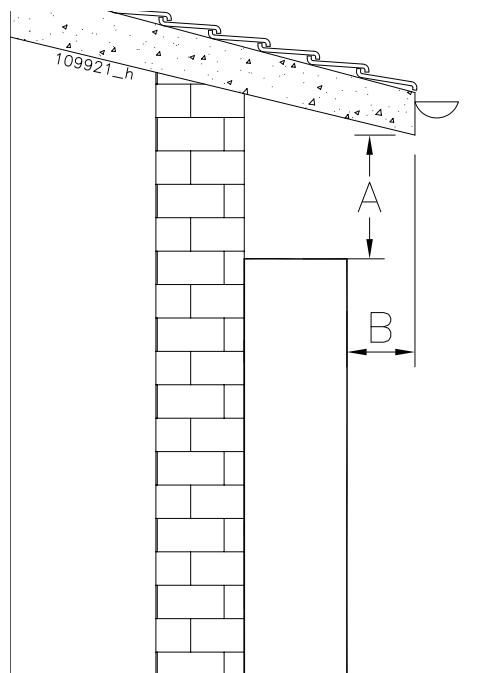

Figura 5-2 - Esempio di luogo parzialmente protetto
**📖** Questo apparecchio può essere installato solo in un locale conforme agli appropriati requisiti di ventilazione (capitolo 5.1) o in un luogo parzialmente protetto (Figura 5-2), se dotato di copertura per esterno (Chiedere l'opportuno kit da esterno al fabbricante), che gli permette di raggiungere il grado di protezione IPX5D. Inoltre non deve essere esposto a temperature sotto gli 0,5°C e a temperature sopra i 50°C.
Legenda di Figura 5-2 - Le distanze "A" e "B" devono essere valutate in fase di installazione in modo che la pioggia non raggiunga direttamente l'apparecchio.